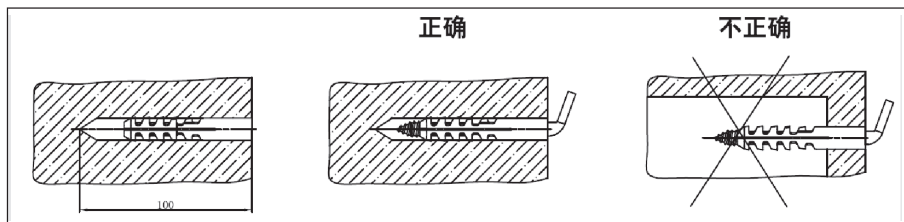

图 4
- ◆ 将尼龙膨胀管敲入孔中，使尼龙膨胀管边缘和墙面齐平，然后用短套管将弯钩螺钉缓慢旋入膨胀管内，如图 4 所示。
**警告：**热水器随机所配的安装附件仅限于于坚固的实心水泥墙，如图 4 所示，不正确的安装有可能导致热水器坠落造成人身或财物的损伤。